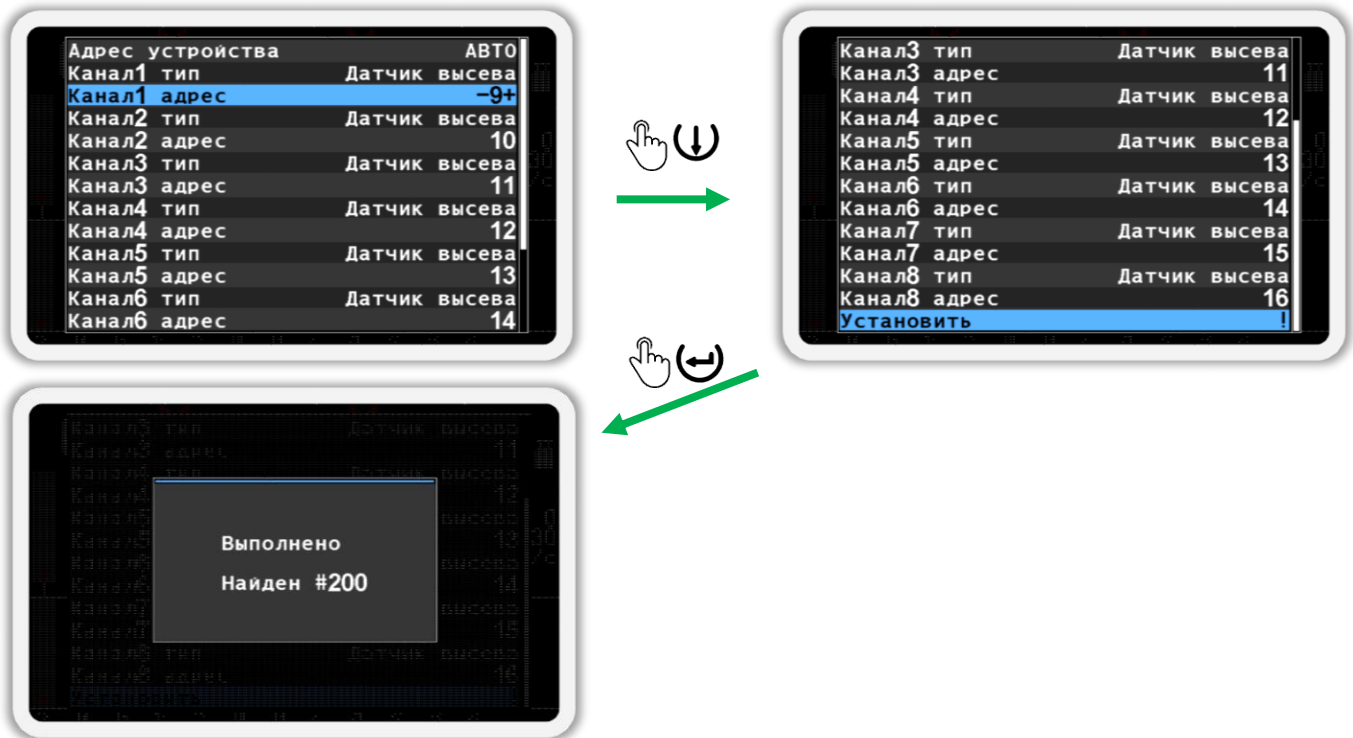

Рисунок 69
- Кнопками  «Вверх» и  «Вниз» выберите пункт  «Канал1 тип» и кнопками  «Плюс» и  «Минус» задайте эмулируемый тип датчика «УВ» или «Датчик высева» для канала 1 (см. Рисунок 69 слева).
- Кнопками  «Вверх» и  «Вниз» выберите пункт  «Канал1 адрес» и кнопками  «Плюс» и  «Минус» задайте адрес эмулируемого датчика канала 1 (см. Рисунок 69 слева).
- Кнопками  «Вверх» и  «Вниз» выберите пункт  «Установить» и нажмите кнопку  «Меню». В результате удачного переименования на экран будет выведено сообщение - «Выполнено» (см. Рисунок 69 справа).